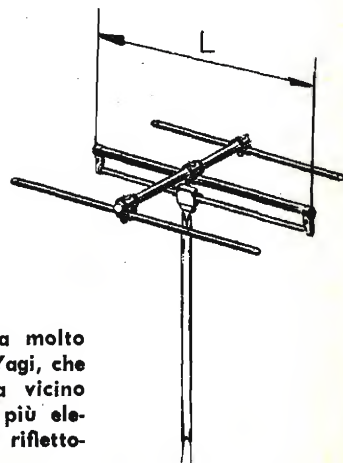

Fig. 13 - Antenna molto direttiva di tipo Yagi, che ricorda molto da vicino le antenne TV a più elementi (direttori, riflettore).
- 3°) Antenne molto direttive (fig. 13).